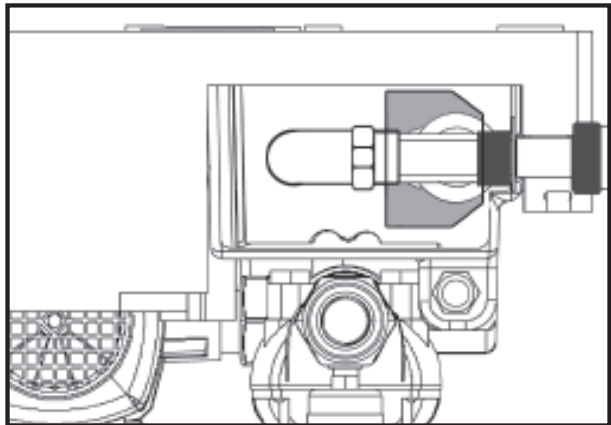

Bild 5
- **Das Schwimmerventil bei der Installation der Trinkwasserleitung nicht verdrehen oder verbiegen, ggf. an den entsprechenden Schlüssel­flächen des Schwimmerventils gegenhalten, siehe Bild 5 (schwarz eingefärbt)!**
- Der Auftriebskörper des Schwimmerventils muß senkrecht im Trinkwasserbehälter ausgerichtet sein, siehe Bild 5 (hellgrau eingefärbt)!